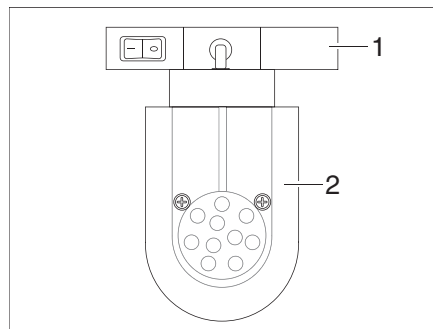

Bild 131 LED-spotlight (exempel)
- Ta tag i hållaren (Bild 131,1) och vrid 90°.
- Ta av LED-spotlightsen (Bild 131,2) från skenorna.
- Sätt in LED-spotlightsen (Bild 131,2) på önskat ställe i skenorna och vrid 90°.